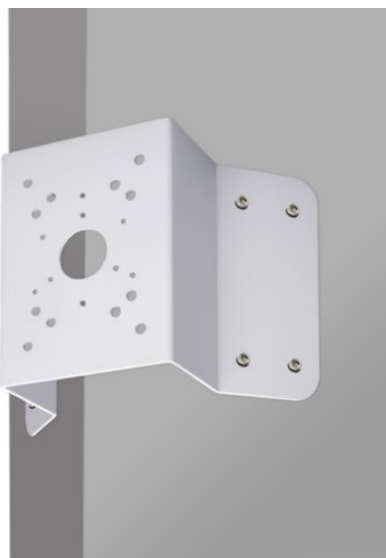

Рисунок 5.11 – Определение точек крепления кронштейна на установочной поверхности
1. Используя угловой кронштейн, отметьте точки крепления на установочной поверхности (Рисунок 5.11) и просверлите 4 отверстия (диаметр 8 мм, глубина не менее 65 мм) в установочной поверхности.